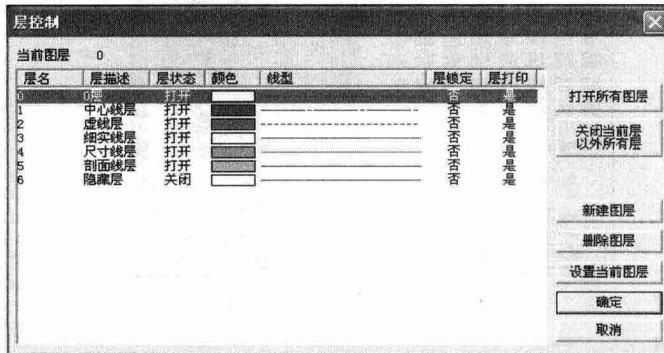

图1-4 【层控制】对话框
单击【属性工具】栏上的图标，弹出图 1-4 所示的【层控制】对话框，利用该对话框可对图层进行设置。
- 弹出【层控制】对话框，如图 1-4 所示。在该对话框中选择所需的层，然后单击 **确定** 按钮。
(6) 改变图层颜色